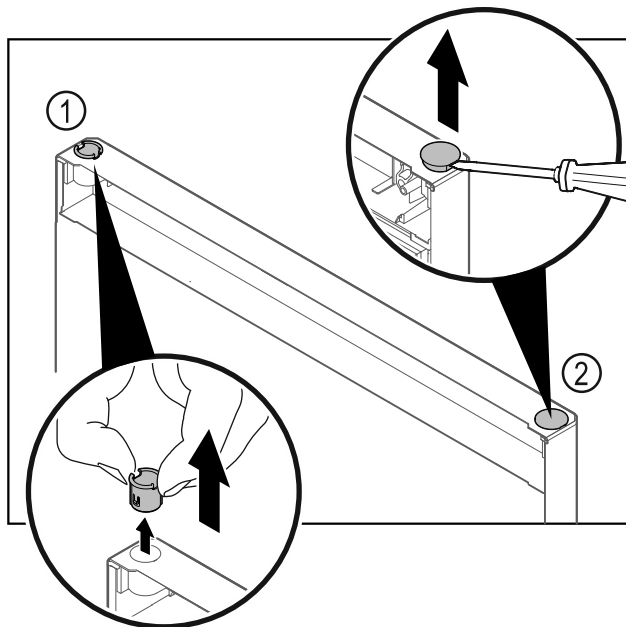

Fig. 15
- ▶ Пальцами вытяните шарнирную втулку Fig. 15 (1).
- ▶ Шлицевой отверткой осторожно подцепите и извлеките заглушку Fig. 15 (2).